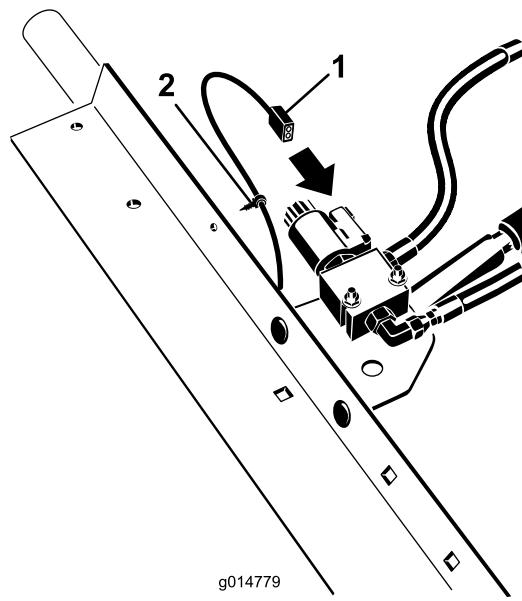

図 6
8. ハーネスに残っているコネクタを、座席プレートの中央下のデファレンシャルロックバルブに接続する図 6。